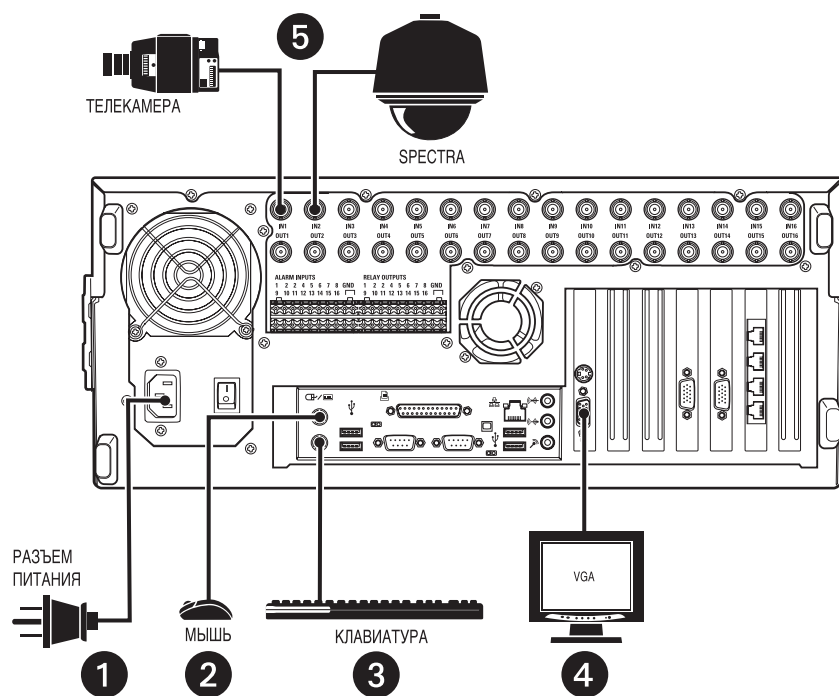

Рисунок 8. Основные соединения
Выполните следующие соединения на задней панели видеозаписывающего устройства. См. Рисунок 8.
1. Подключите один конец кабеля "неэкранированная витая пара" (UTP) к сетевому порту на задней панели DX8000, как показано на Рис. 8.